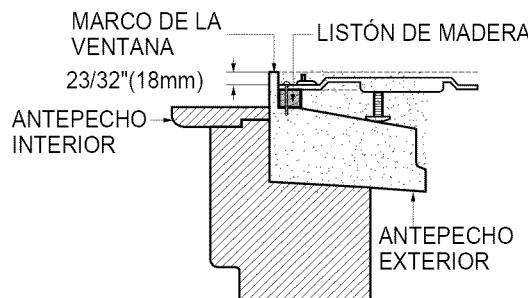

FIG. 15
- \* Las dimensiones y la geometría de las ventanas son diferentes de acuerdo con el fabricante. Compruebe su ventana y chequee la FIG.15 para instalar el soporte de montaje de manera firme y segura.